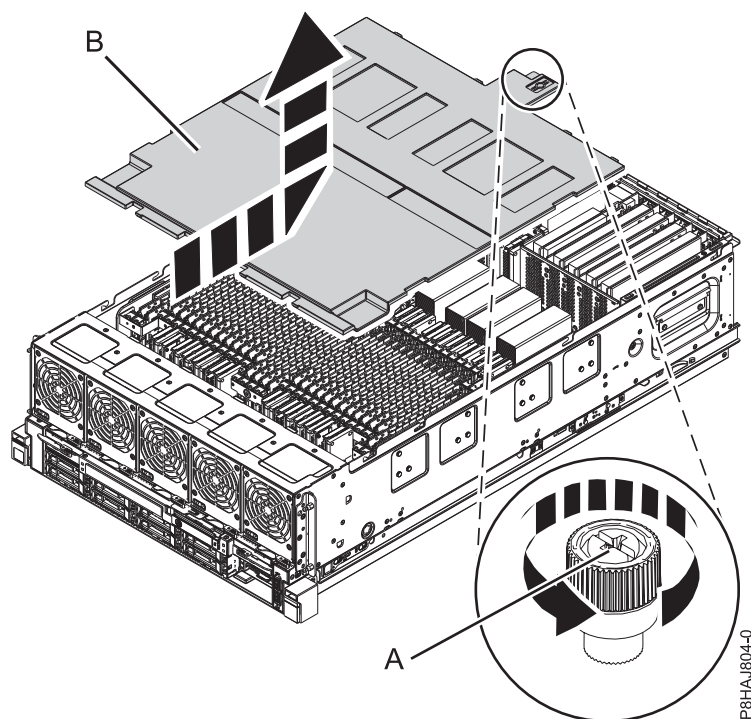

Figura 33. Extracció de la coberta de seguretat
2. Afluïeu el cargol de mà (A) que hi ha a la part posterior de la coberta fent-lo girar en la direcció que es mostra a la Figura 33 a la pàgina 47.
3. Desplaceu la coberta de seguretat (B) cap a la part posterior del sistema. Quan la part frontal de la coberta deixi al descobert la lleixa del marc superior, aixequen la coberta fins treure-la del sistema.